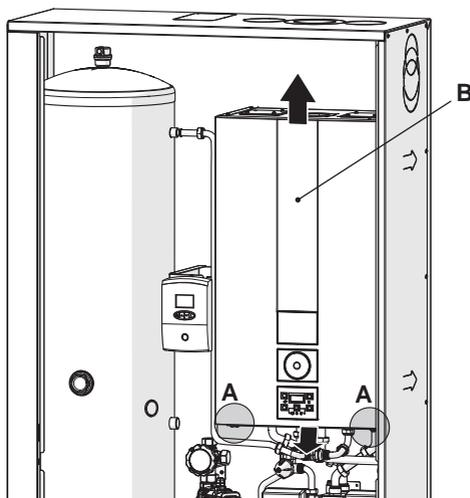

Figura 3.16
- Svitare le viti A, poste sulla parte inferiore della caldaia, e rimuovere il pannello frontale B tirandolo a sé e quindi spingendolo verso l'alto in modo da liberarlo dalle sedi superiori (Figura 3.16).